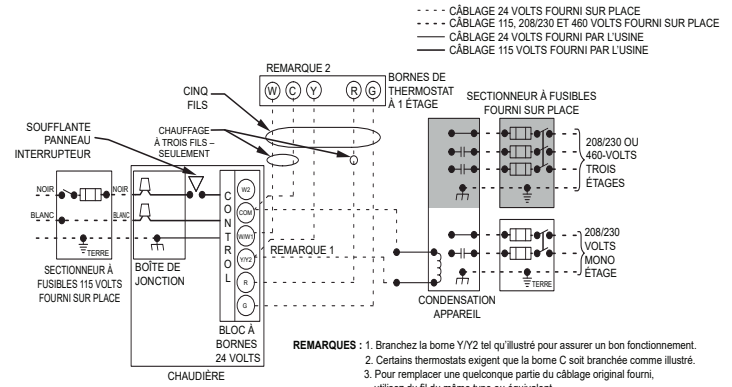

Fig. 32 – Schéma de câblage de site à deux étages type
Consultez la Fig. 32 pour le schéma de câblage illustrant un câblage type de 115 V. Vérifiez que toutes les connexions électriques faites en usine ou sur place sont bien serrées.
6. Branchez l'alimentation électrique et les fils neutres aux fils d'alimentation électrique de la chaudière, comme illustré à la Fig. 32.
5. Branchez les fils neutres et les fils électriques aux fils d'alimentation électrique de la chaudière, tel qu'illustré à la Fig. 32.
Effectuez les connexions 24 V à la plaquette de connexion 24 V. Consultez la Fig. 38. Branchez la borne Y/Y2 conformément à la Fig. 32 pour assurer une bonne climatisation. N'utilisez que le fil de thermostat en cuivre AWG n° 18, codé par couleur.